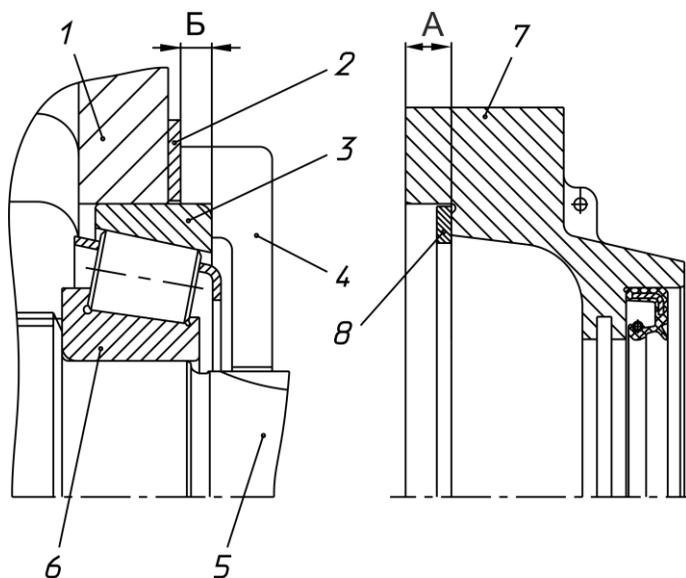

Рисунок 10 – Установка вторичного вала в картер КП:
6.3. Установить на задний подшипник вторичного вала наружное кольцо 3, на торец картера прокладку 2 (рисунок 10).